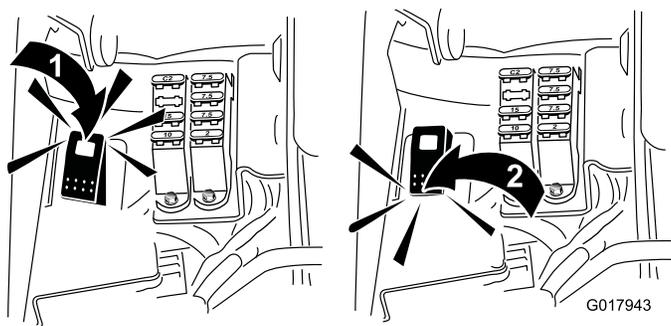

Рисунок 53
5. Переведите переключатель заточки в положение «Обратное вращение» ("Reverse") (R) (Рисунок 53).